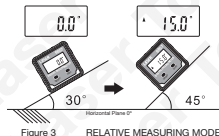

Figure 3
- **Mode de mesure relative** permet à l'opérateur de mesurer la différence entre deux objets (**Figure 3**).